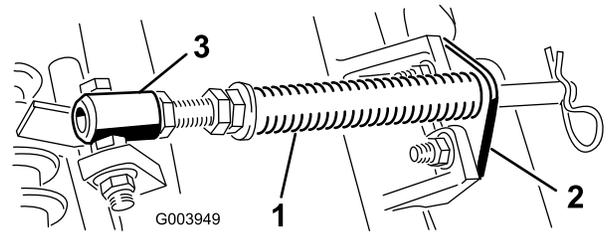

图 4
- A. 拆下把杆支架固定到滚刀组凸耳上的 2 个车身螺栓和螺母图 4。
B. 拆下将弹簧套管栓固定到承载架凸耳 (图 4) 上的凸缘螺母拆下组件。
注意 将螺栓头朝向凸耳外侧如图 4 所示。